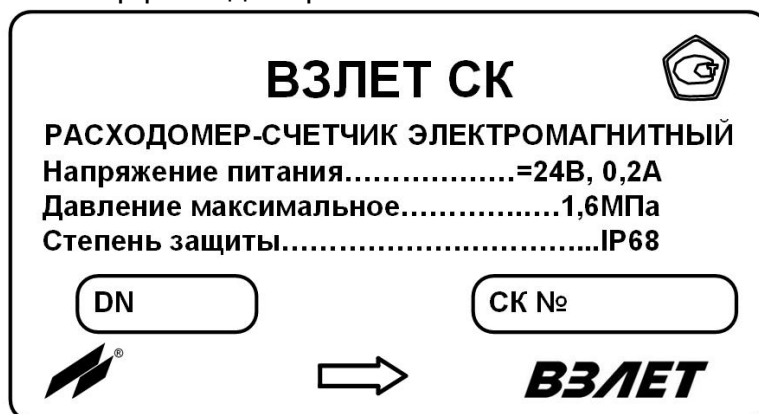

Рис.4. Гравировка на верхней части корпуса ППР расходомера.
1.6.1. Сверху на корпусе ППР лазерной гравировкой наносятся следующие данные (рис.4):